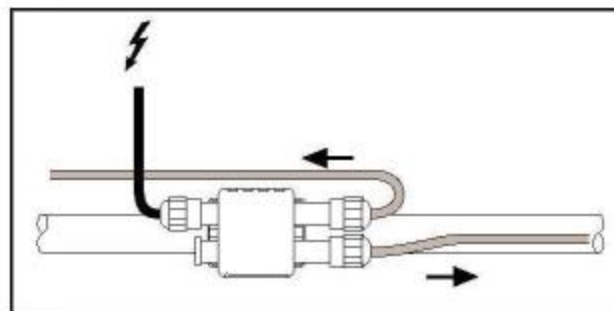

Figure 2 - Raycllic-PS-02 : Alimentation pour 2 rubans
- Raycllic-PS-02 : Alimentation pour 2 rubans (*figure 2*),